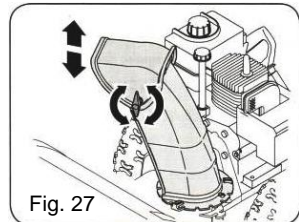

Fig. 27
2. Întoarceți capul în sus sau în jos înainte de a reînșuruba mânerul. Vezi Fig. 27.